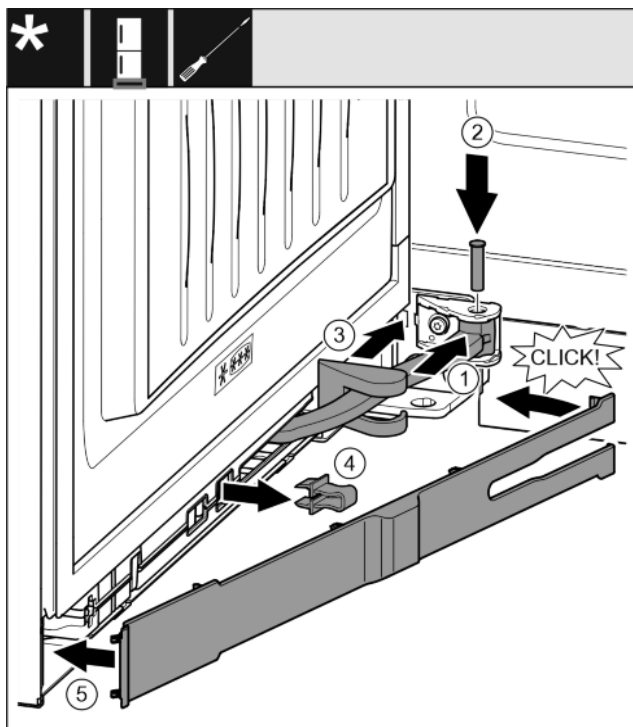

Fig. 37
- ▶ Rotiți articulația în sistemul de suspendare. Fig. 37 (1)
- ▶ Introduceți cu o șurubelniță T15 bolțul în sistemul de suspendare și articulație. Urmăriți ca respectiva camă de cuplare să fie așezată corect în canelură. *Fig. 37 (2)*
- ▶ Împingeți capacul suportului de lagăr de-a lungul articulației și montați-l deasupra sistemului de suspendare. *Fig. 37 (3)*
- ▶ Detașați siguranța. *Fig. 37 (4)*
- ▶ Așezați și rabatați în interior masca pe partea mânerului. *Fig. 37 (5)*